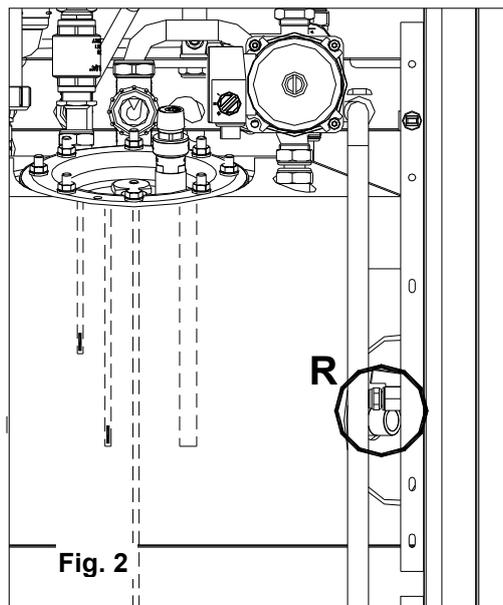
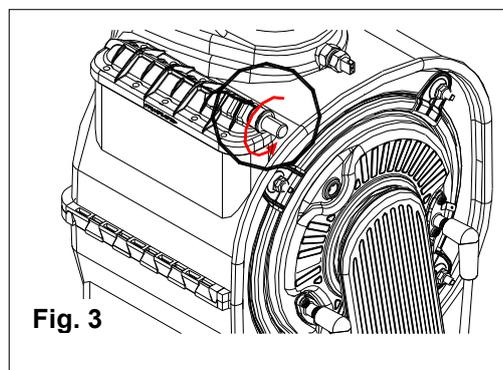
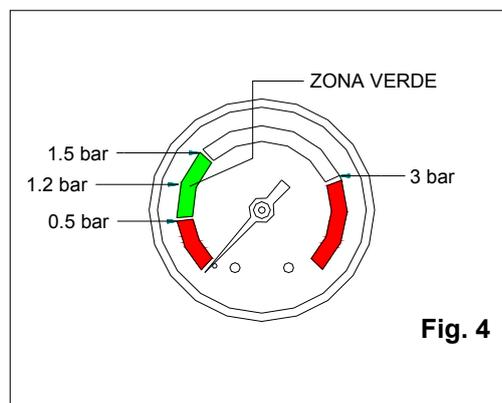

Fig. 2
Fig. 3
Fig. 4
- **collegare un tubo di gomma al rubinetto di scarico posizionato in alto al blocco condensazione (fig. 3) e svitare in senso anti orario la valvolina per far esalare tutta l'aria;**
- aprire il rubinetto di carico **R** (fig. 2), chiudere la valvolina del rubinetto di scarico posizionato in alto al blocco condensazione (fig. 3) alla fuoriuscita di acqua e controllare attraverso il manometro **M** (fig. 2) che la pressione dell'impianto raggiunga la metà della zona verde corrispondente a 1.2 bar (fig. 4).
- **ad operazione avvenuta, assicurarsi che il rubinetto di carico R (fig. 2) sia ben chiuso.**
- Se dopo le operazioni suddette si rilevasse una diminuzione della pressione dell'acqua nell'impianto, aprire di nuovo il rubinetto di carico **R** fino a che la pressione nel manometro non segni 1.2 bar (fig. 4).